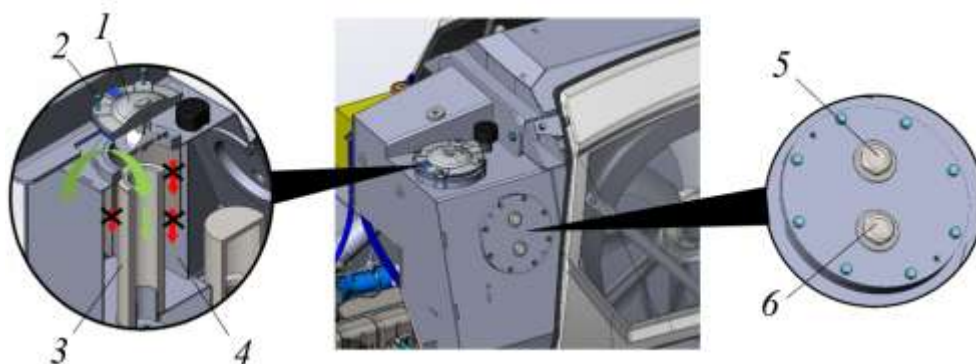

Рисунок 5.47. Процедура заправки масла в гидравлический бак
- ▶ Очистить крышку фильтра 1 и зону рядом с ней от загрязнений, см. рис. 5.47.
Масло заливать внутрь фильтра, см. рис. 5.47 показано зеленой стрелкой.
- ▶ Проверить уровень масла в баке посредством смотровых окон, 5-6, рис. 5.47.
- ▶ Установить крышку фильтра 1, закрепив ее на баке используя болты с шайбами 2, см. рис. 5.47. болты затянуть моментом 41...46 Н*м.